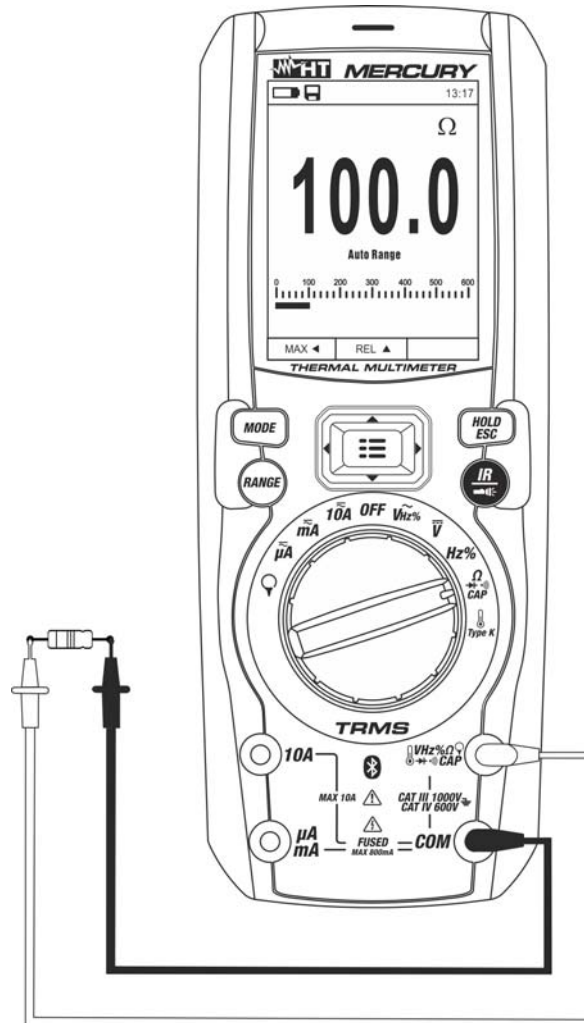

Fig. 24: Utilisation de l'instrument pour mesure de résistance et test de continuité
3. Positionner les embouts sur les points désirés du circuit sous test (voir Fig. 24). La valeur de résistance est visualisée à l'écran.